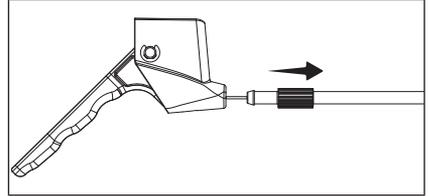

Figure 76
6. Débranchez le connecteur à l'extrémité du déclencheur. La déconnexion nécessitera quelques efforts. (Fig. 76)